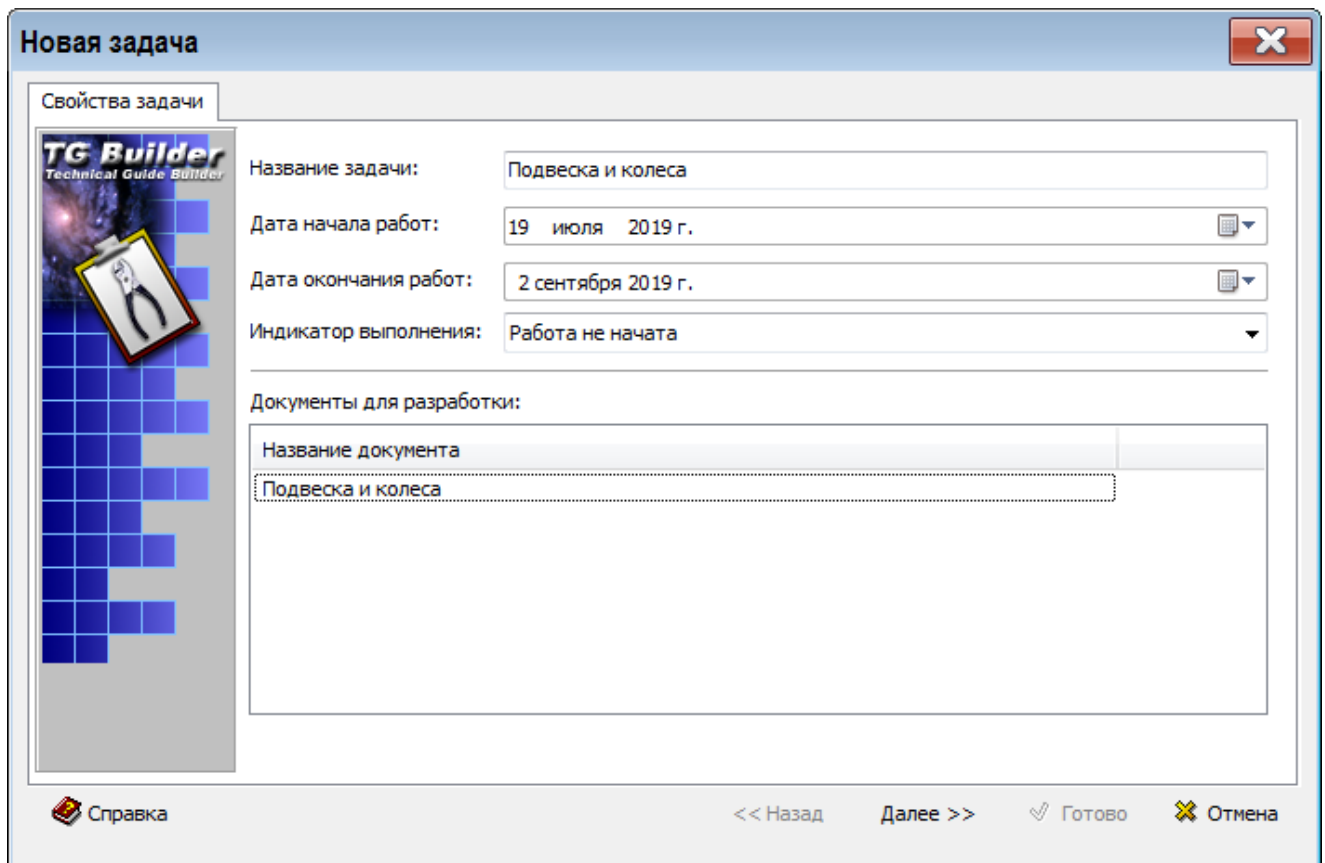

Рисунок 68
3) В появившемся окне **Новая задача** на вкладке **Свойства задачи** укажите **Дату начала работ** и **Дату окончания работ** (рисунок 68).
4) Выберите из выпадающего списка **Индикатор выполнения** вариант «Работа не начата» (рисунок 68). Другие возможные индикаторы рассмотрены в разделе 5.2.3 «Ввод свойств задачи».